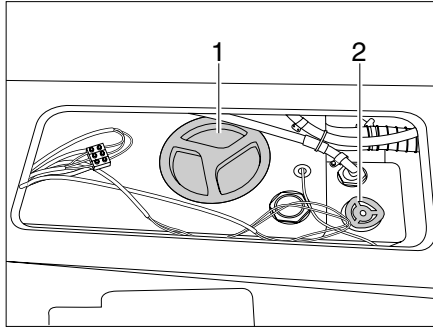
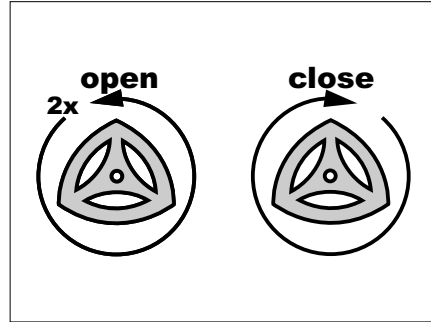
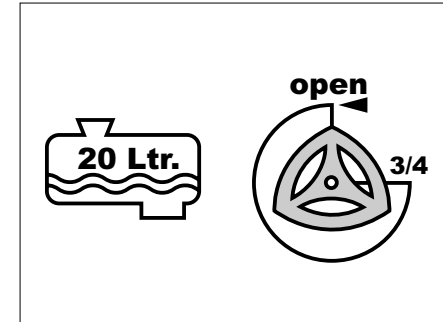

Bild 65 Wassertank
Bild 67 Wassertank füllen - ablassen
Bild 68 20 l-Maximal-Befüllung
- Am Wassertank befinden sich 2 Verschlussdeckel (Bild 65,1).
- ▶ Stellrad (Bild 65,2) im Uhrzeigersinn bis zum Anschlag drehen. Die Ablassöffnung im Wassertank ist geschlossen.
- ▶ Verschlussdeckel (Bild 65,1) abschrauben.
- ▶ Stellrad (Bild 65,2) 2 Umdrehungen gegen den Uhrzeigersinn drehen (siehe auch Bild 67). Die Ablassöffnung im Wassertank wird geöffnet und das Wasser wird abgelassen.
- ▶ Verschlussdeckel (Bild 65,1) wieder auf den Wassertank schrauben.
- ▶ Stellrad (Bild 65,2) eine 3/4-Umdrehung gegen den Uhrzeigersinn drehen. Das Frischwasser läuft bis auf 20 Liter ab (siehe auch Bild 68).
- ▶ Stellrad (Bild 65,2) 2 Umdrehungen gegen den Uhrzeigersinn drehen.